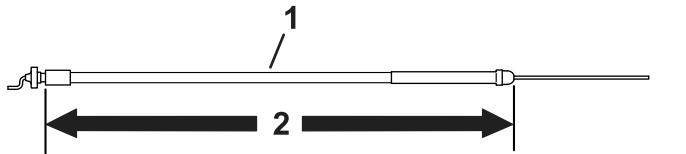

图 7
- 在型号为 04056 以外的所有牵引装置中使用 158.3cm 长的油门拉索请参阅 图 7。